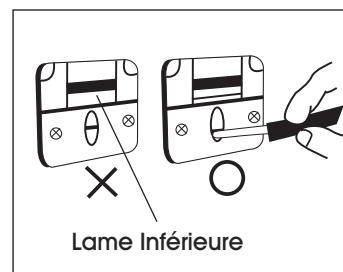

Figure 3
2. Pour remplacer les lames, retirez les deux vis à l'intérieur de la tête. La lame peut alors être soulevée et remplacée. Avant de réinsérer l'unité de coupe dans le cadre, la lame inférieure doit être enfoncee. Si elle n'est pas complètement enfoncee, utilisez un tournevis pour l'abaisser. (Voir Figure 3)